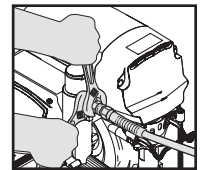

Fig. 7
1. Collegare il tubo airless alla macchina. Serrare saldamente. (Fig. 7)